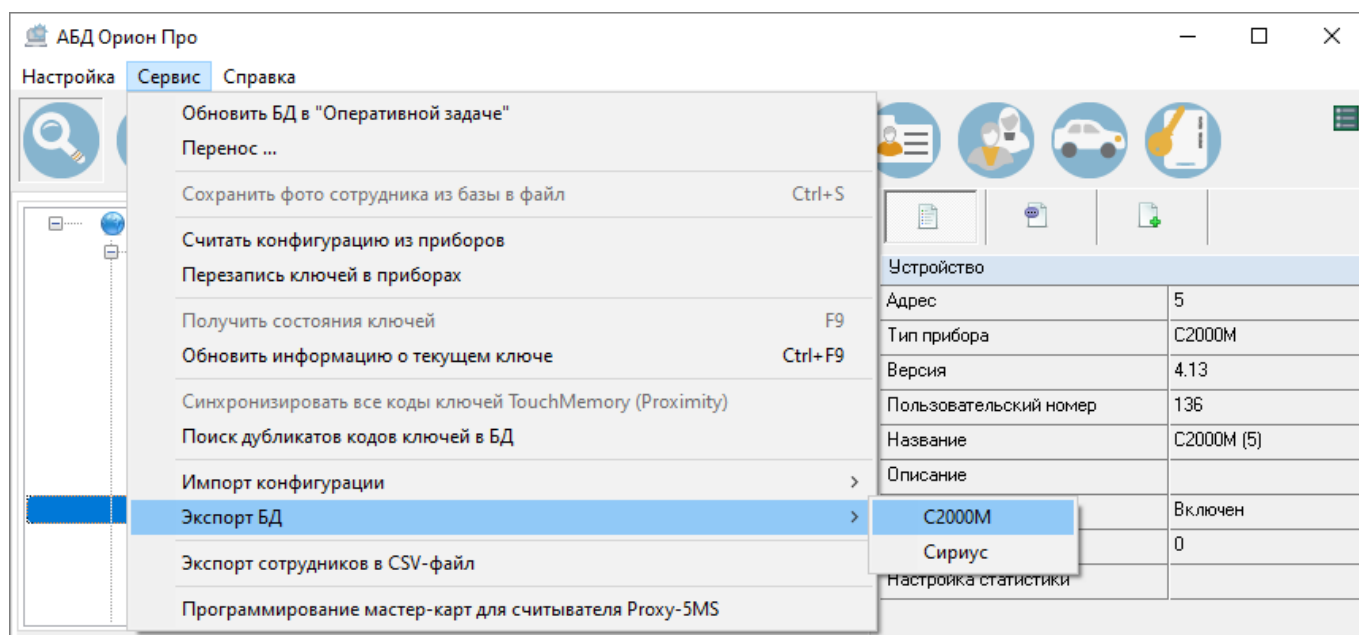

Рисунок 6-923 Инициализация экспорта конфигурации из БД в пульт "C2000M" через меню "Сервис"
- а) выделите в дереве объектов тот пульт «С2000/С2000М», для которого необходимо экспортировать конфигурацию, и выберите в меню «Сервис» пункт «Экспорт БД», а затем пункт «С2000М» (см. Рисунок 6-923);